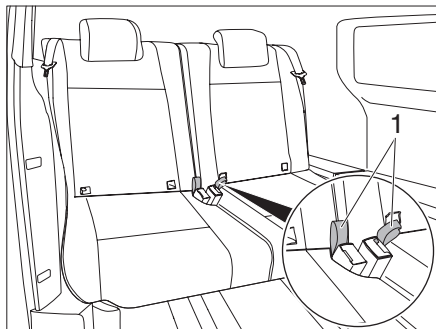

Fig. 19 Rabattre la banquette vers l'arrière
- Tirer sur les boucles (Fig. 19,1) et rabattre les dossiers de la banquette vers l'arrière.